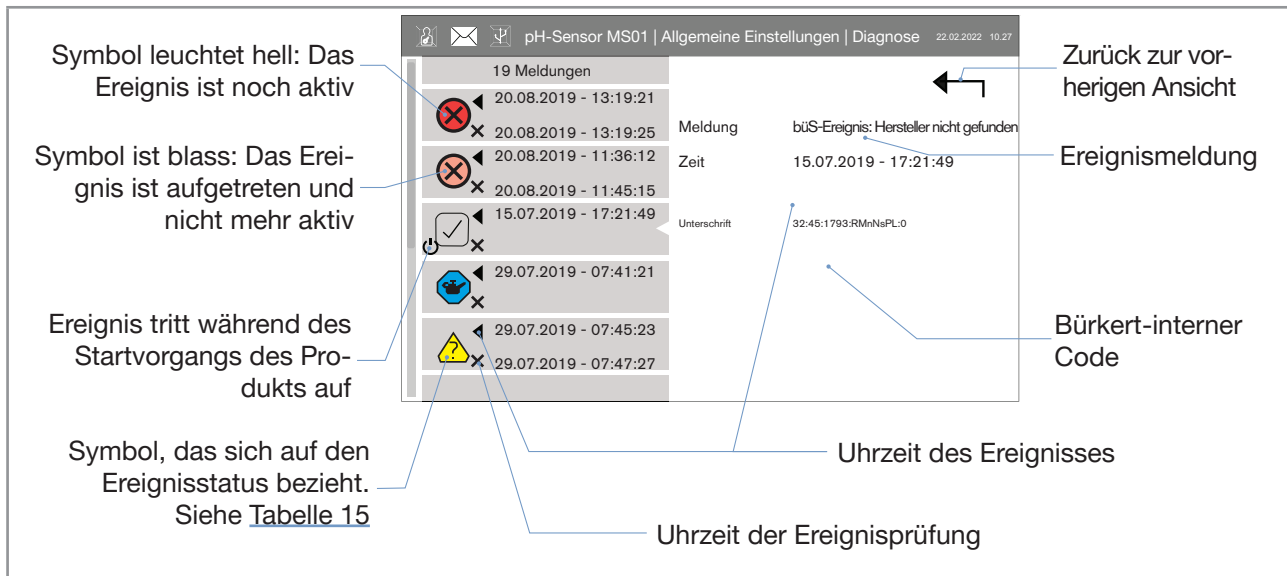

Bild 20: Übersicht der Ereignisse im Logbuch
- ✓ Die Ereignisse, die sich auf das Produkt beziehen, werden angezeigt. Siehe Bild 20.